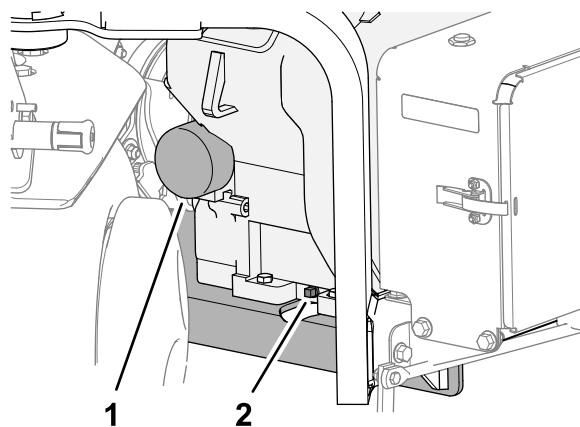

図 150
3. オイルドレンプラグの下に容器を置き、プラグを取り外す **図 150**。
1. フィルタの下に浅い廃油受けを置いてフィルタを外す 図 150。
6. ガスケットがアダプタ 図 150 に当たるまで手で回してフィルタを取り付け、そこから更に ½ 回転増し締めする。